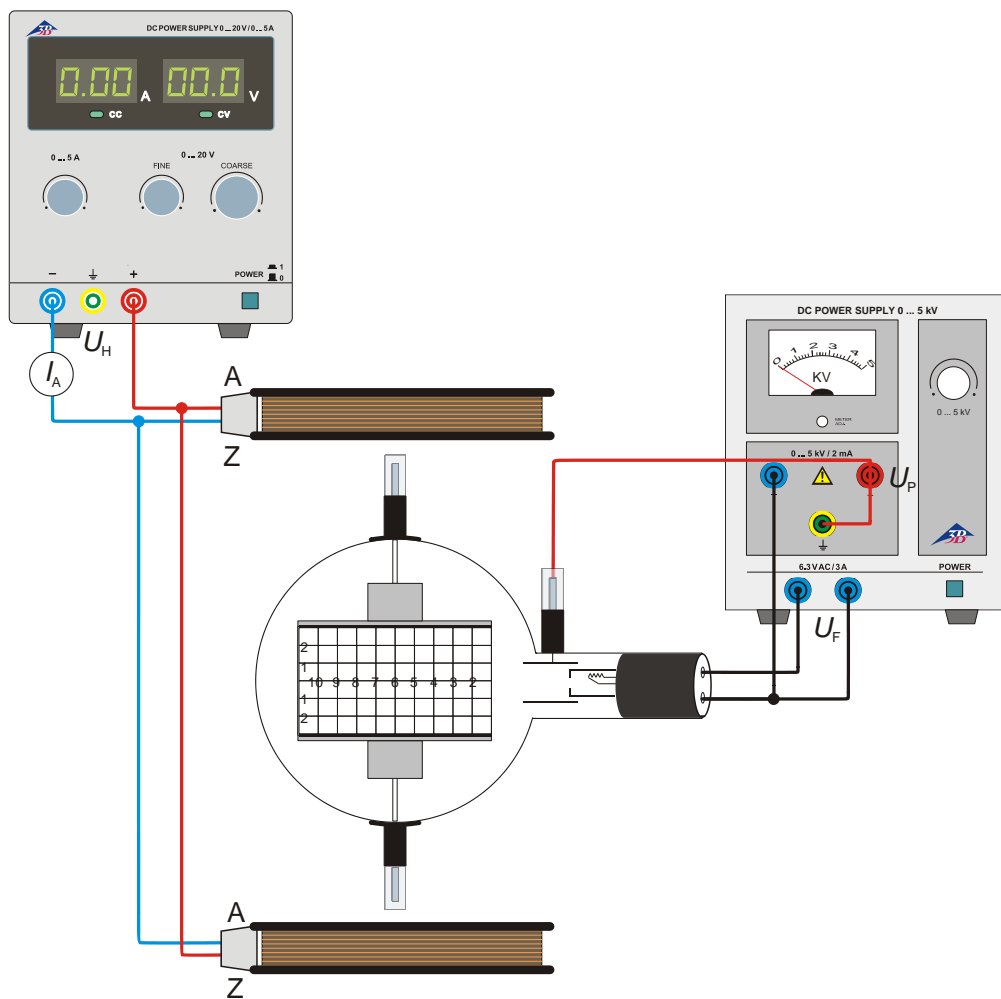

Fig. 2 Déviation magnétique
- Procédez au câblage du tube comme le montre la figure 2. Branchez le pôle négatif de la tension anodique à la prise de 4 mm marquée du signe « moins » sur le col du tube.
- Montez l'expérience comme le montre la fig. 2.